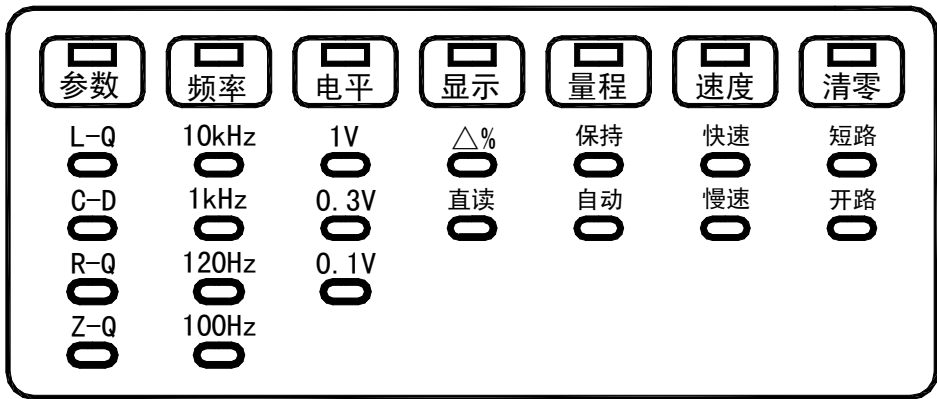

图 2-2 常用状态指示示意图
1. “测量”状态：对应七种常用功能的选择，功能直接在面板上指示（见图 2-2），仪器在“测量”状态时使用“ $\wedge$ ”“ $\vee$ ”“ $\leq$ ”“ $\geq$ ”“启动”即可获得。
“测量”状态的功能指示如 P2-1 页图 2-2 所示。